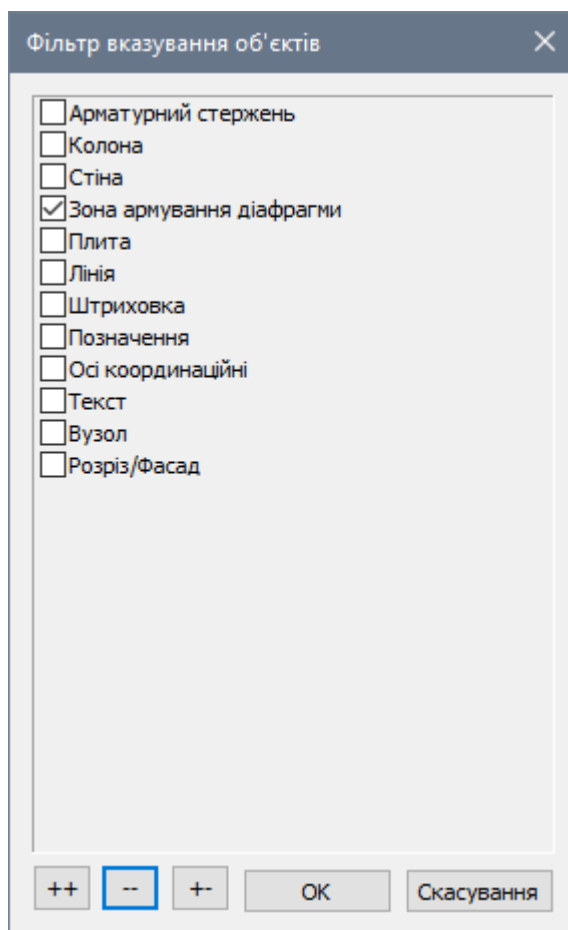

Рис. 24.30. Діалогове вікно Фільтр вказування елементів
- Викличте діалогове вікно **Фільтр указування об'єктів** (рис. 24.30) натисканням по кнопці  **Фільтр указування об'єктів** на панелі інструментів **Візуалізація**.